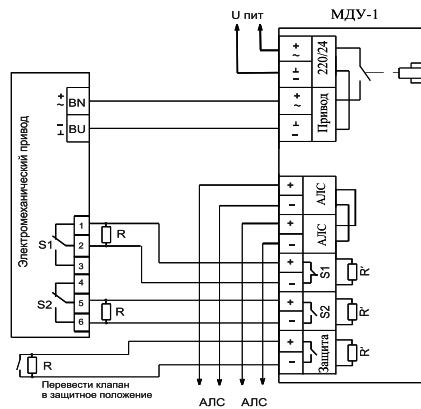

Рисунок 2
- Привод с возвратной пружиной – рисунок 2.